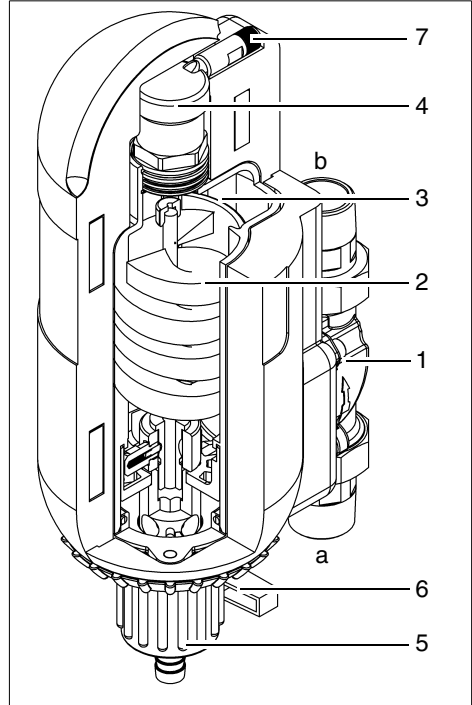

Abb. 10: Funktionsbeschreibung
Das Heizungswasser durchströmt während der Rückspülung von oben nach unten (umgekehrter Durchfluss) die Filterrundbürste (2), somit werden die Schmutzpartikel nach unten durch den geöffneten Kugelhahn ausgespült. Nachdem ca. 2 bis 3 Liter Rückspülwasser gespült wurden, muss der Kugelhahn wieder dicht verschlossen werden. Das Handrad (5) bis zum Anschlag nach rechts zurückdrehen. Somit ist der Rückspülfilter in Betriebsstellung. Der Kugelhahngriff (6) steht nun wieder hinter dem Rückspülfilter (siehe Abb. 10).